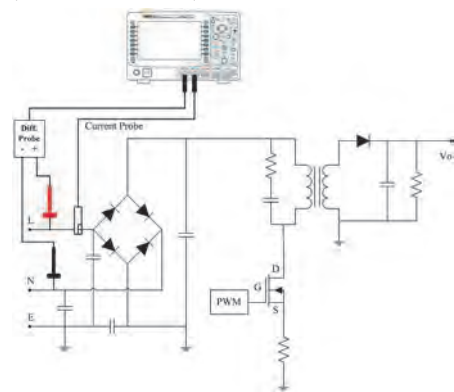

Рис. 1
жения на один канал осциллографа (рис. 1), положительный вход пробника на силовую линию (L), отрицательный — на нейтраль (N). Токковый пробник используем для наблюдения формы тока и подключаем его на другой вход осциллографа, а головку пробника — на силовой провод (L).